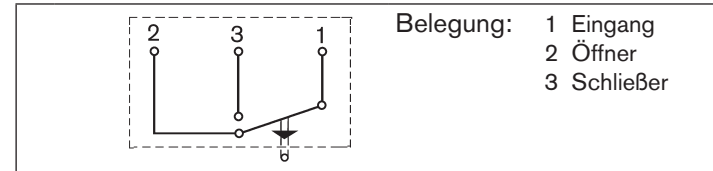

Bild 26: Elektrische Schaltung
- Schraube in der Kappe ④ lösen und Kontakteinsatz ② herausnehmen.
- Kabel durch Überwurfmutter ⑧ führen.
- Anschluss entsprechend der Schaltung vornehmen (siehe „Bild 26: Elektrische Schaltung“).